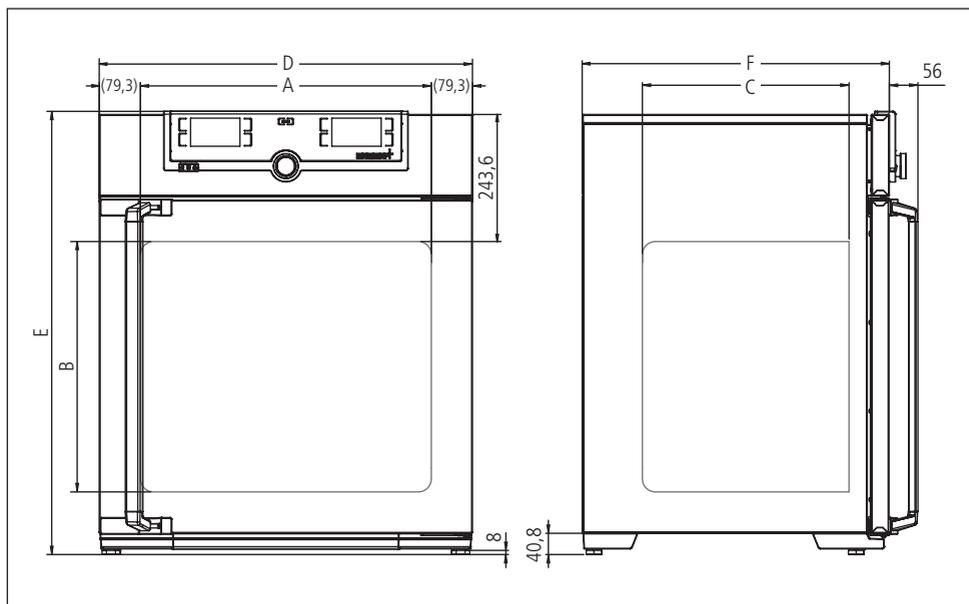

Fig. 6 Dimensões
* Consulte Fig. 6 na página 16.